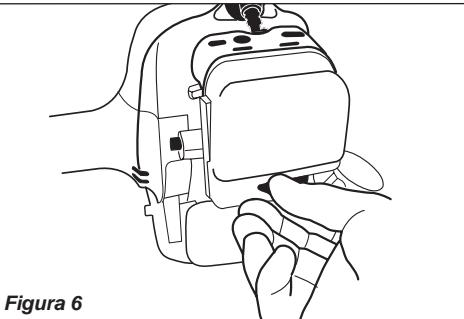

Figura 6
La holgura del gatillo debe ser aproximadamente de 3/16-1/4 pulgadas (4.6 mm). Consulte la figura 6. Cerciórese que el gatillo de aceleración opere suavemente sin trabarse. Si es necesario ajustar la holgura, siga los procedimientos e ilustraciones a continuación.
1. Afloje el botón de la tapa del filtro de aire y retire la tapa del filtro de aire. Consulte la figura 6.